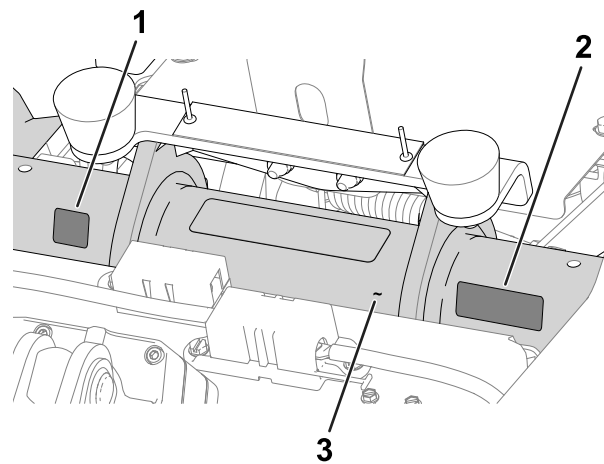

図 16
- **製造年デカル** および **CE/UKCA マークデカル** 運転席下のフレームチューブシリアル番号プレートの下に貼りつける 図 16を参照。